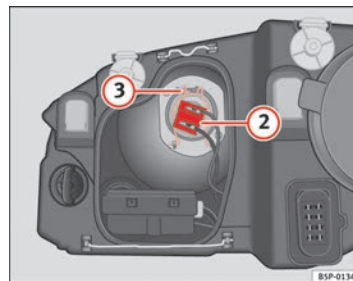

Abb. 182 Abblendlicht
- Ziehen Sie den Stecker ⇒ Seite 268, Abb. 182 ② von der Lampe ab.
- Die Haltefeder ⇒ Seite 268, Abb. 182 ③ durch Eindrücken und Rechtsdrehung abnehmen.